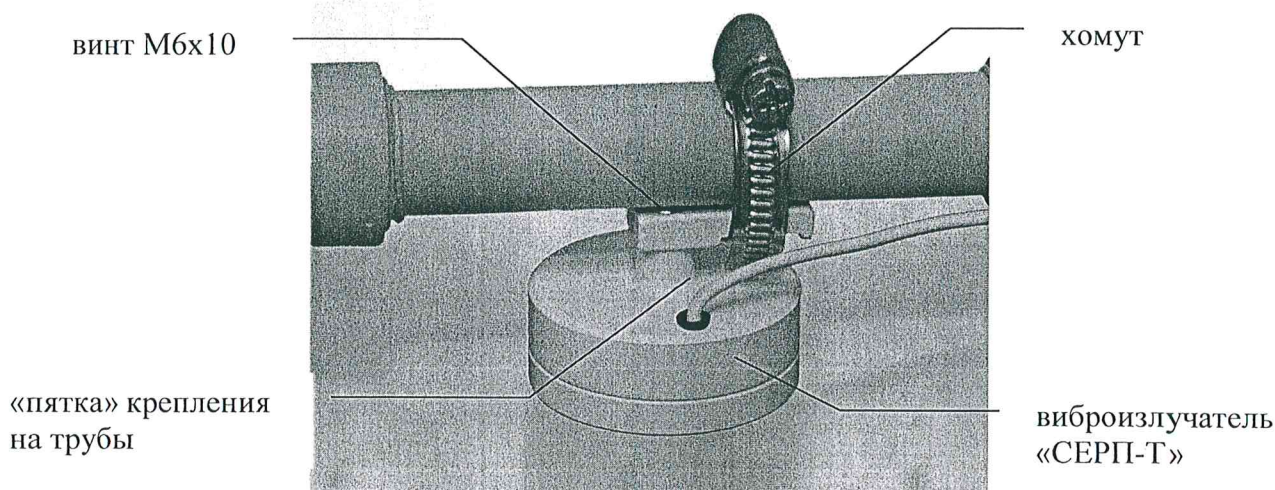

Рисунок 9 – Внешний вид и крепление виброизлучателей «СЕРП-Т» на трубы
7.3.9 Виброизлучатели «СЕРП-Т» предназначены для вибро-акустической защиты коммуникаций (труб). Внешний вид и крепление «СЕРП-Т» на трубу приведены на рис. 9.
Виброизлучатели «СЕРП-Т» поставляются вместе с «пяткой» крепления на трубы, хомутом и винтом М6х10 (рис.9). «Пятка» жестко прикручивается к вибропреобразователю с помощью винта М6х10. После этого собранная конструкция устанавливается и «притягивается» к трубе с использованием хомута в соответствии с рис. 9.